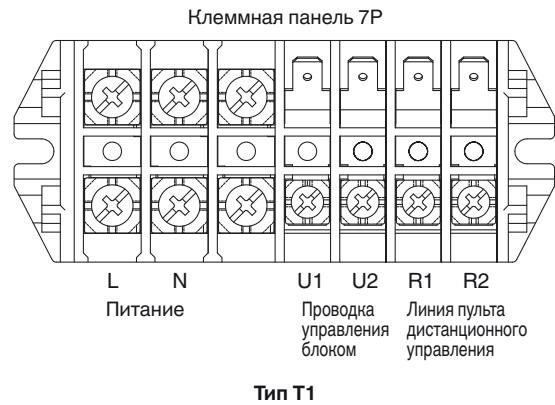

Рис. 4-2
- (1) См. Раздел 4-2. «Рекомендуемая длина и диаметр проводки для системы питания» для получения пояснений размеров A, B, C, D и E на приведенной выше схеме.
- (2) На принципиальной схеме соединений внутреннего блока показаны клеммные панели, однако клеммные панели вашего оборудования могут отличаться от данной схемы. (Рис. 4-2)
- (3) Перед включением питания необходимо установить адрес цепи хладагента (R.C.).
- (4) Что касается установки адреса пульта дистанционного управления, см. инструкции по установке, прилагаемые к пульту дистанционного управления (дополнительное оборудование). Установка адреса может автоматически выполняться пультом дистанционного управления. См. инструкции по установке, прилагаемые к пульту дистанционного управления (дополнительное оборудование).